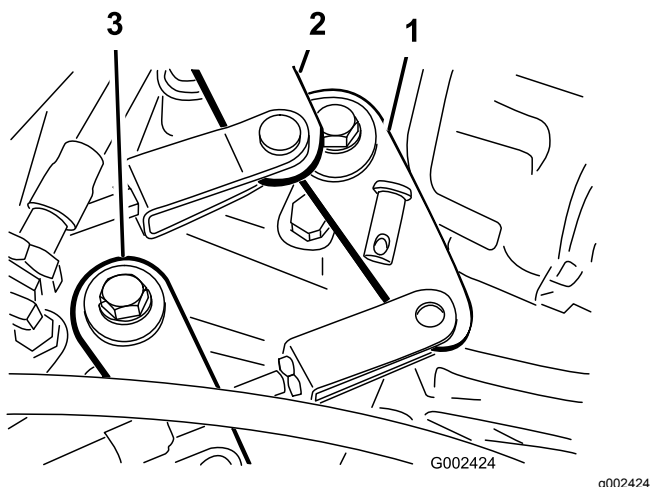

Figura 44
2. Retire los pasadores de horquilla que fijan los cables del cambio de marchas a los brazos de cambio del transeje (Figura 44).
1. Retire el pasador de horquilla que sujeta el cable de alto-bajo al transeje (Figura 44).